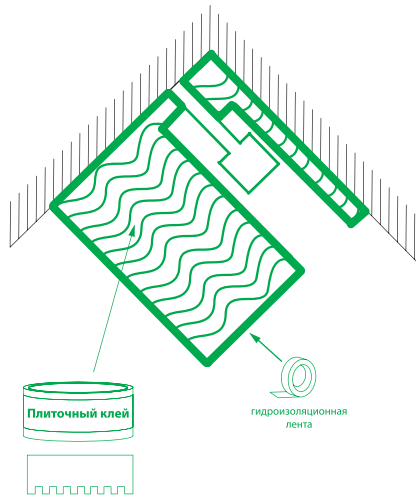

Рис. 18/18-сур.
3. Подготовьте рабочую зону: наклейте гидроизоляционную ленту по краям ниши и шпателем выложите цементный клей по ее периметру (рис. 18).